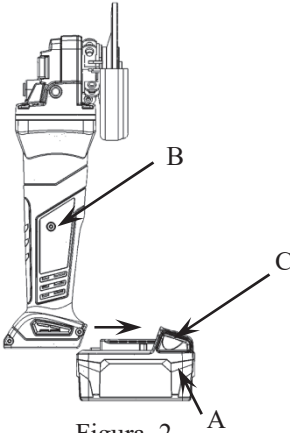

Figura. 2
PARA RETIRAR EL PAQUETE DE BATERÍAS: Presione el botón de liberación de la batería (11) y saque el paquete de baterías de la herramienta. (ver Figura 2)
PARA INSTALAR EL PAQUETE DE BATERÍAS: Alinee los rieles de la herramienta con las cuatro pestañas del paquete de baterías y empuje el paquete de baterías sobre la herramienta hasta que encaje en su lugar. (ver Figura 2)